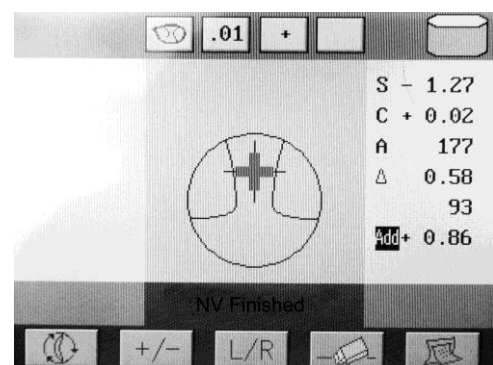

рис.24
4. Переместите линзу немного к себе согласно стрелке экрана до креста в центр "O". Затем "O" сменится на "+", измерение закончится. (рис.24)